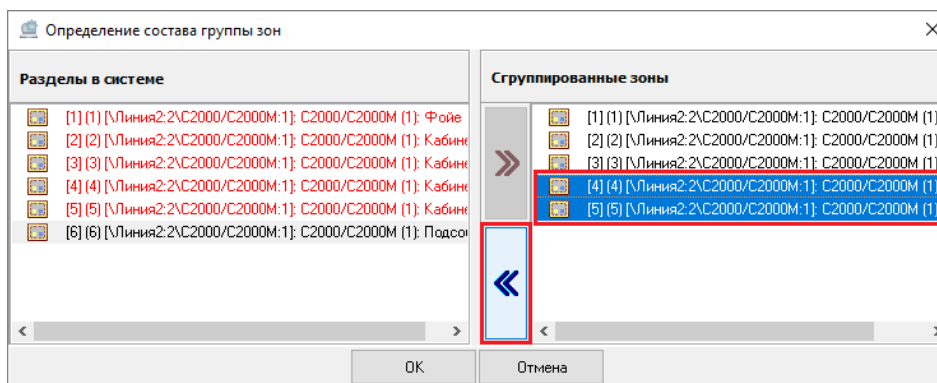

Рисунок 6-288 Отмена привязки аппаратной зоны к аппаратной группе зон
- выделите одну или несколько аппаратных зон в поле «Сгруппированные зоны» (для выделения сразу нескольких аппаратных зон нажмите и удерживайте на клавиатуре клавишу <Shift> для выбора диапазона или клавишу <Ctrl> для комбинированного выбора) и нажмите кнопку переноса  (см. Рисунок 6-288);